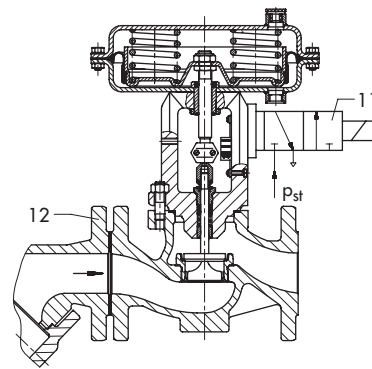
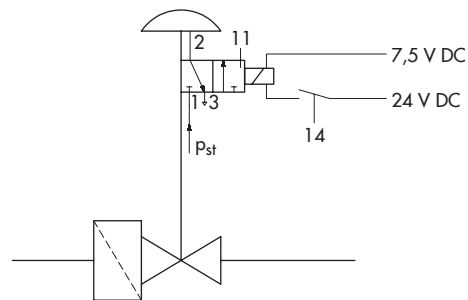
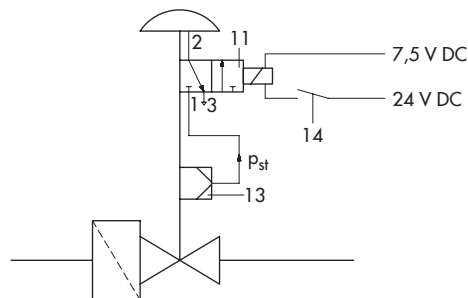

Bild 3: Typ 3241-1-Öl · Normalausführung mit weich dichtendem Kegel
Bild 5: Wirkbild bei Ausführung ohne Stellungsregler
Bild 6: Wirkbild bei Ausführung mit Stellungsregler
Der Stelldruck p_{st} liegt am Stellventil (11), dessen Spule in den Sicherheitssteuerkreis (Schalter 14, Bild 5 und Bild 6) der Feuerungsanlage geschaltet ist. Im Betriebszustand ist die Spule erregt und der Stelldruck p_{st} an Anschluss 1 (Bild 5 und Bild 6) beaufschlagt die Membran. Bei Ausfall der Versorgungsspannung oder einer Störung schaltet das Stellventil um und die Membran wird über den Anschluss 3 druckentlastet. Durch die Kraft der Antriebsfedern schließt das Stellventil in der Zeit von weniger als einer Sekunde.
Legende zu Bild 3 bis Bild 6